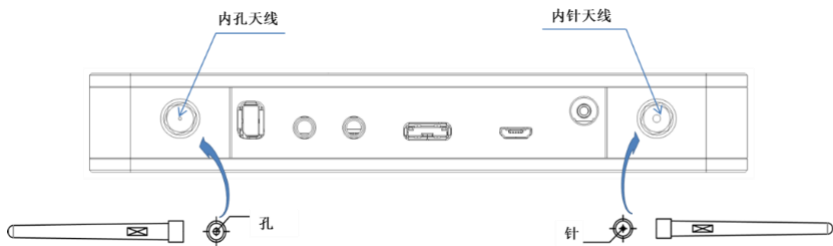

图 3 多参数同步器天线连接方式示意图
- 1) 将多参数同步器主机与两根天线按图 3 的方式连接。